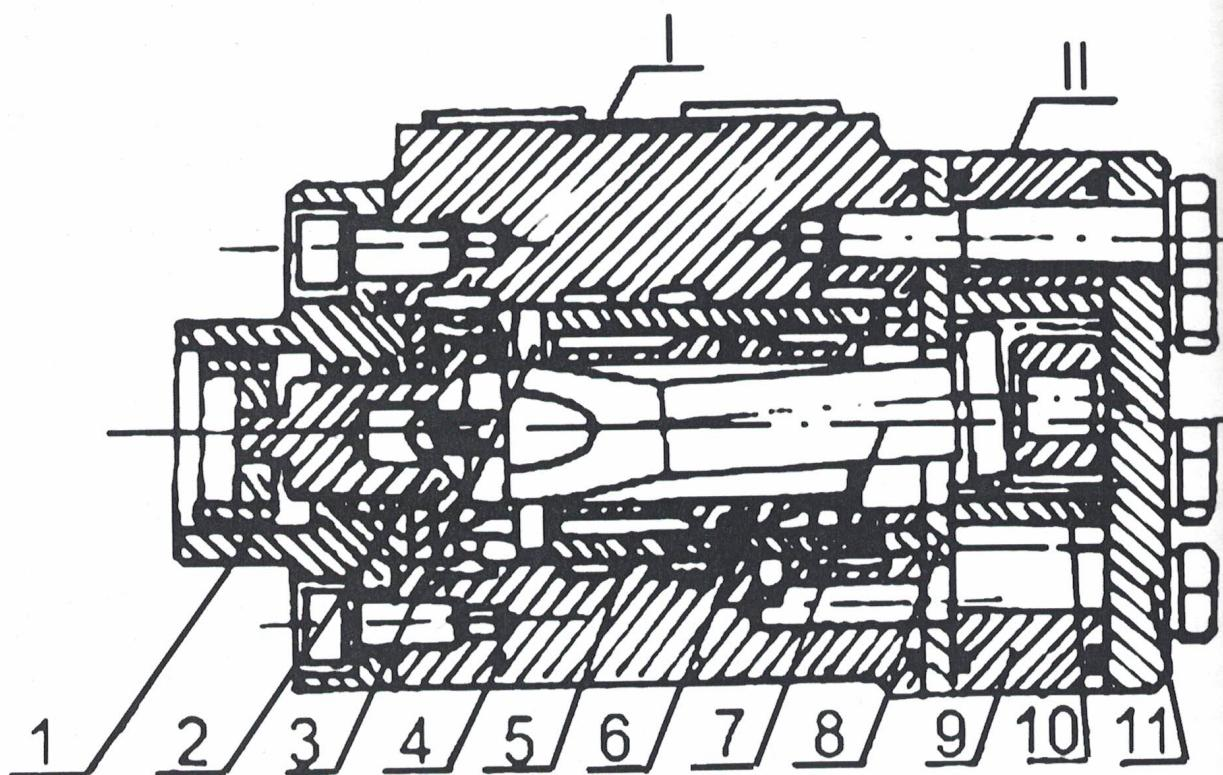

Рис. 11. Схема насоса дозатора
- Насос дозатор (Рис. 11).
- Насос дозатор состоит из двух элементов: распределительного блока (I) и гидромотора (II) обратной связи.
- Распределительный блок (I) состоит из корпуса (4), золотника (2), гильзы (5), комбинированного уплотнения в составе резинового и защитного колец, упорного подшипника и пыльника, запрессованного в кольцевую проточку в верхней части корпуса.
- Золотник занимает фиксированное положение в гильзе посредством штифта (3) и пластинчатых пружин, вставленных через пазы золотника и гильзы, и имеет возможность приложении момента, поворачиваться относительно гильзы на угол 15° в обе стороны.
- Гидромотор (II) обратной связи состоит из венца (9), звезды (10), крышки (11) и распределительного диска (8). Вращение от звезды к паре «золотник-гильза» или наоборот, передается карданом (7). Все элементы гидромотора стягиваются с корпусом болтами.
- Подключение насоса-дозатора к гидросистеме рулевого управления осуществляется посредством четырех резьбовых отверстий на корпусе распределительного блока (I).
- В нейтральной позиции золотника (2) с гильзой (5), рабочая жидкость, подаваемая насосом питания, поступает по каналам корпуса и сверлениям гильзы и золотника на слив в бак.
- При повороте рулевого колеса поворачивается золотник (2) и открывается проход рабочей жидкости через гидромотор обратной связи к соответствующему отверстию и далее к силовому цилинду поворота, при этом через второе отверстие силового цилиндра рабочая жидкость сливается обратно в бак. Управляемые колеса поворачиваются.
- Рабочая жидкость, проходя через гидромотор обратной связи, вращает звезду (10) и связанную с ней через кардан (7) и штифт (3) гильзу (5) в сторону вращения золотника (2).